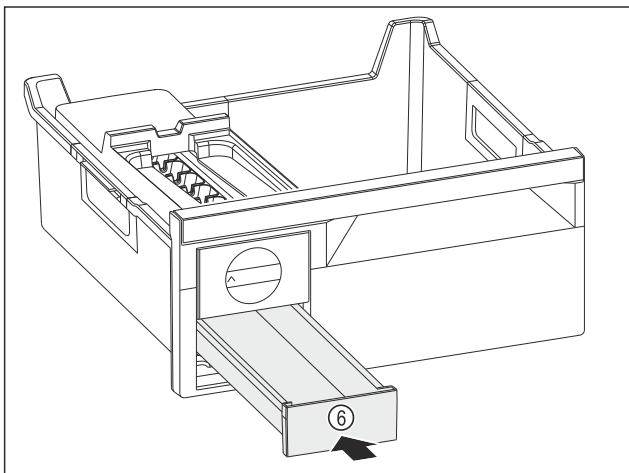

Fig. 87
- ▶ Insérer le compartiment à glaçons Fig. 87 (6).